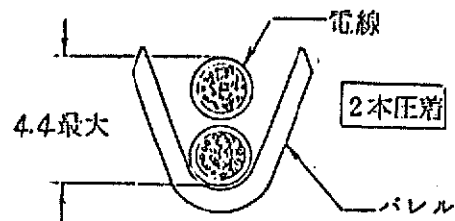

Fig. 9
- 2本圧着の場合は電線を Fig. 9 のように重ねて圧着する。この場合絶縁被覆外径の規制は Fig. 9 の通りである。但し、2本の絶縁被覆外径が違う場合は外径の小さい電線を下にする。